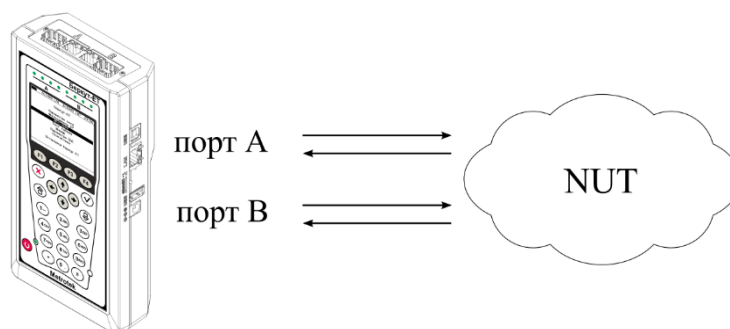

Рисунок 9.2. Вариант подключения 2
Примечание. Прибор также может быть подключён к сети с использованием двух портов (см. рис. 9.2). Настройки прибора для данного случая аналогичны описанным настройкам для одного порта.
1. Подключить прибор к тестируемой сети в соответствии со схемой, приведённой на рис. 9.1 или на рис. 9.2.